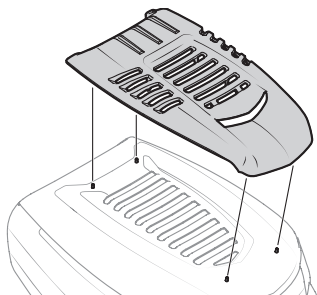

Figure 6
- Enclenchez le couvercle de prise d'air sur le capot. Voir Figure 6.